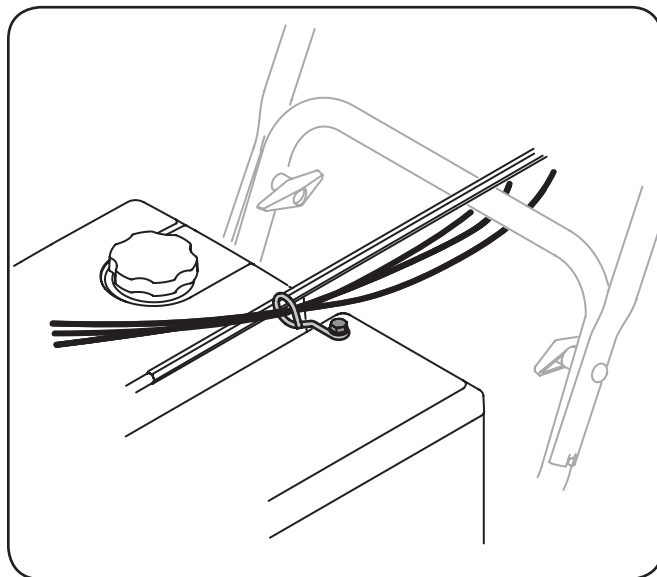

Figura 3-9
7. Controle que todos los cables estén adecuadamente dirigidos a través de la guía de cables de la parte superior del motor. Algunos modelos tienen sólo un cable para dirigir por la guía de cable. Vea la Figura 3-9.